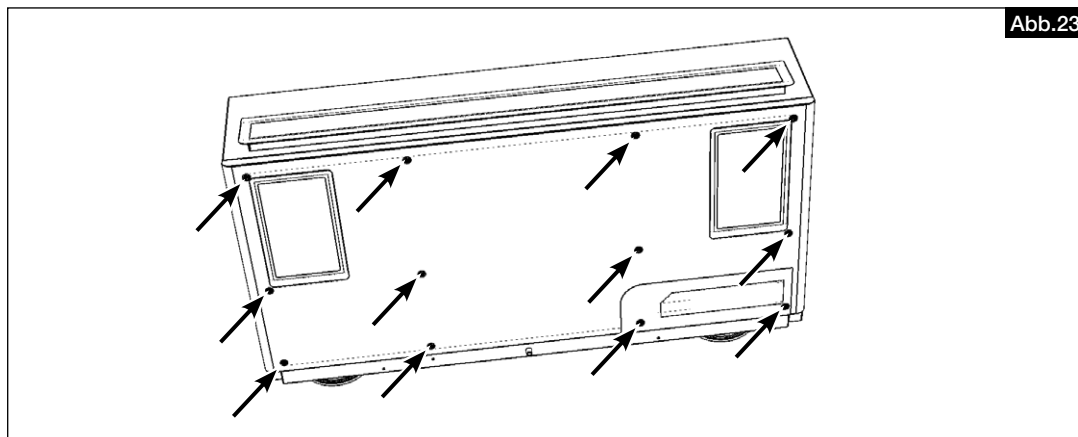

Abb.23
1. Schrauben (12 Stück) auf der Unterseite des Geräts lösen und entfernen (s. Abb. 23).